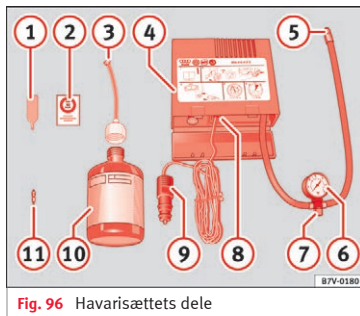

Fig. 96 Havarisættets dele
» Fig. 96:
Tilslut dækpåfyldningsslangen » **Fig. 96** ⑤ igen, og aflæs dæktrykket på dæktryksmåleren ⑥.